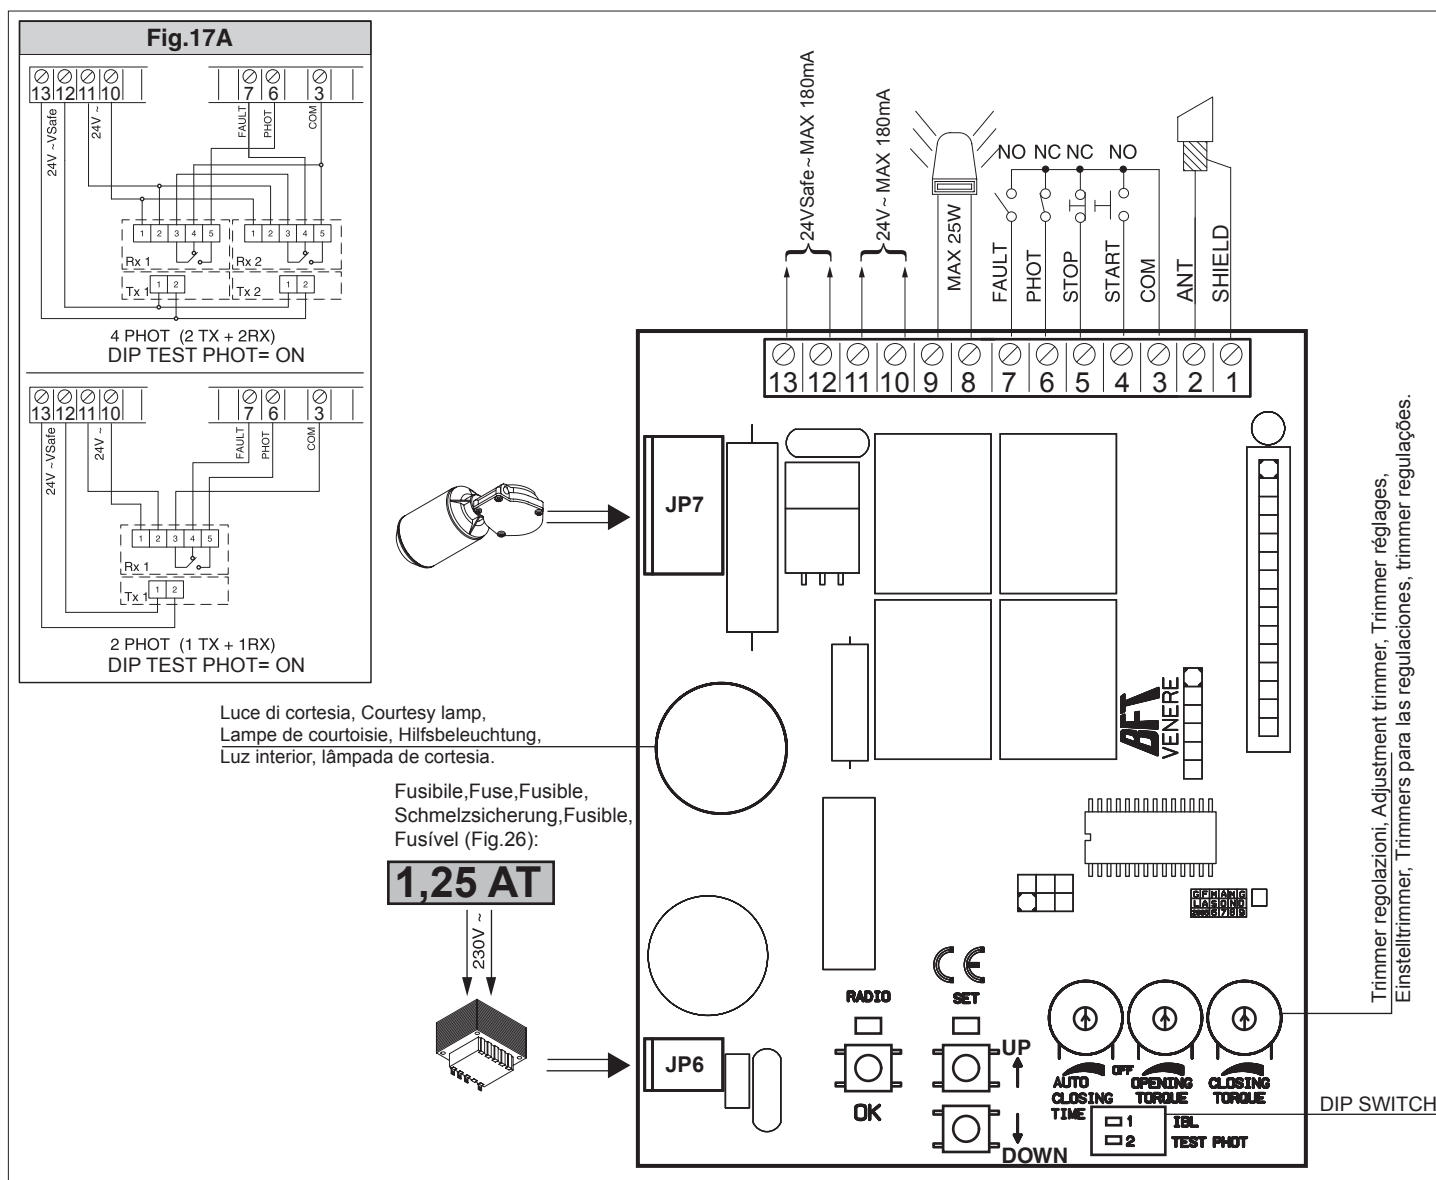

рис. 18
7. Встроенный блок управления VENERE (рис.18).
Плавкий предохранитель	рис.18
7.1. Подсоединения к клеммам (рис.18).
7.2. Светодиоды LEDS (рис.18)
7.3. Выбор переключателя (рис.18)
ON активирована проверка фотоэлементов (можно подключать фотоэлементы на клемме 5, см. рис.18А.
7.4. Регулировка триммеров (рис.18)